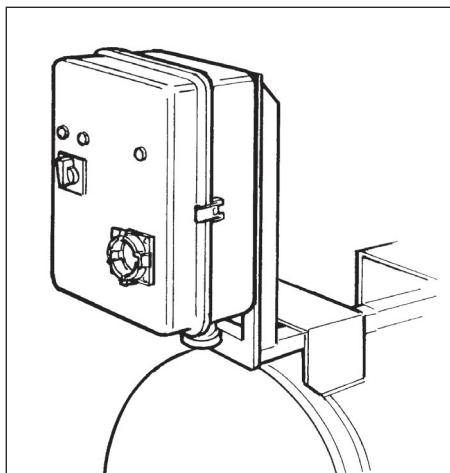

fig. 13
- de thermische motorbescherming activeren (Fig. 4-5) Fig. 13 elektrisch paneel: er moet een gespecialiseerd technicus ingrijpen;